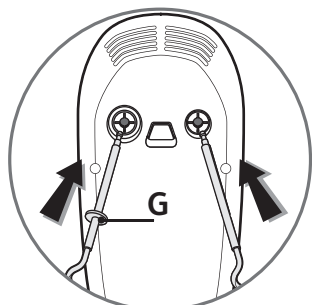

fig.1
отверстия и зафиксируйте их. **Венчики и крюки имеют специфическую форму, крюк или венчик с устройством, предотвращающим неверное соединение (G), вставляется слева, в более широкое отверстие (Рис.1).**
• **Эксплуатация на подставке (H) : (в зависимости от модели)**
- Вставьте ножки каждого из венчиков (C) или крюка (E) в специально предназначенные для этого отверстия и зафиксируйте их. **Венчики и крюки имеют специфическую форму, крюк или венчик с устройством, предотвращающим неверное соединение (G), вставляется слева, в более широкое отверстие (Рис.1).**
- Установите подставку (H) на рабочую поверхность стола: